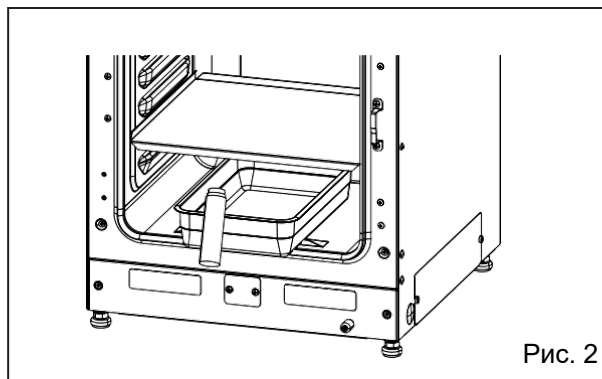

Рис. 2
4. Верните увлажнительный поддон в камеру и налейте стерильную дистиллированную воду (около 1,5 л, подогретую до 37 °С) (Рис. 2).